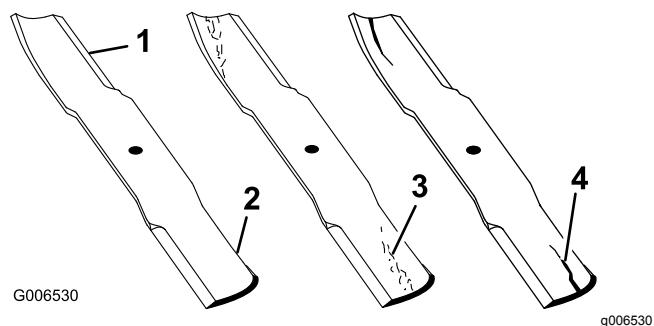

Figura 79
1. Controllate i taglienti (Figura 79).
4. Se notate incrinature, usura o scanalature in questa zona, montate immediatamente una nuova lama (Figura 79).